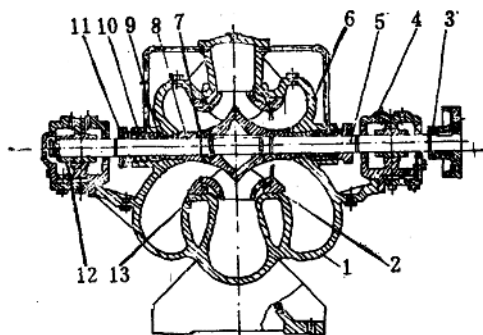

图5 乙式SH水泵剖面图（轴径75毫米以上的为滑动轴承）
(2) 单级双吸离心泵：双吸是指泵在工作时水从叶轮两侧吸入。这种泵流量比较大，工作可靠，装拆维修较方便。由于体积大、笨重，适用固定抽水站使用。一般流量在 $120 \sim 20000 \text{米}^3/\text{时}$ ，扬程在 $10 \sim 110$ 米范围内。Sh型泵就是属于这一类。(图5)